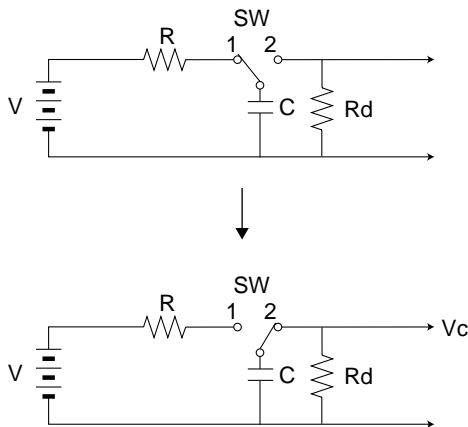

図 2-20
(図 2-20)の回路においてスイッチSWを1側に倒しコンデンサCを電源電圧Vまで充電した後、スイッチSWを2側に倒し抵抗 $R_d$ で放電した場合の放電時間( $t$ )とコンデンサの端子電圧 $V_c$ (V)の関係は(式 2-24)となります。(式 2-24)より、放電後コンデンサの端子電圧 $V_c$ (V)が $V_n$ (V)となるまでの時間 $t_n$ (s)は、(式 2-25)のようになります。